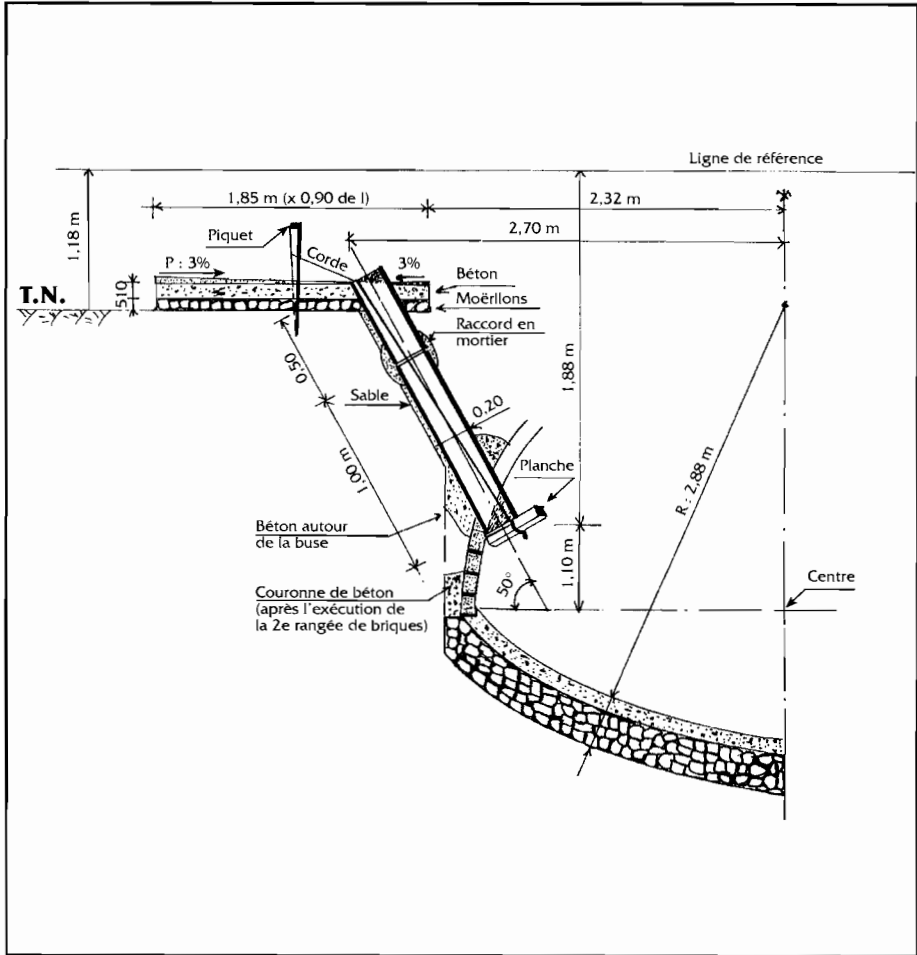

Figure 14 :
5.29 / Faire une couronne de mortier sur le raccordement des buses au mur de briques. Remblayer et tasser. FIG.14.